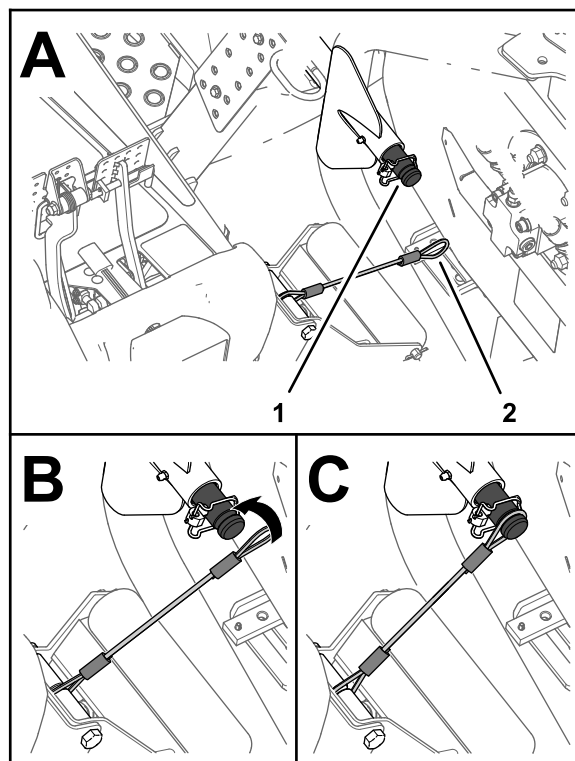

图 28
5. 将系索与前外侧滚刀组升降臂的承载轴对齐 图 28。
- 将系索的挂环滑到承载轴上直至系索完全嵌入承载轴的槽中 图 28。